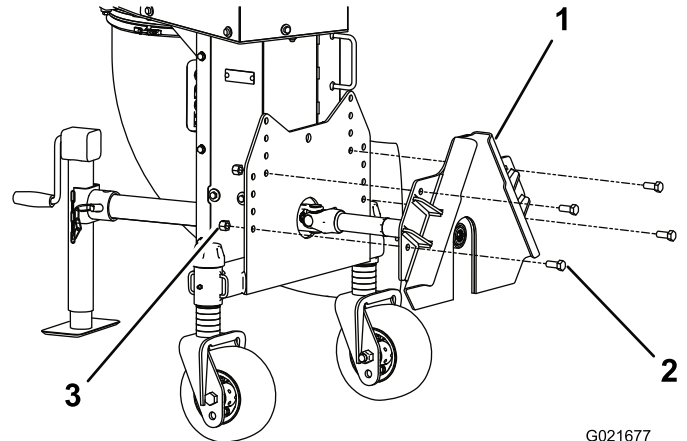

Figure 11
2. Posez la plaque de montage au cadre du souffleur de déchets au moyen de 4 boulons (1/2 x 1-1/4 po) et 4 contre-écrous (1/2 po) (Figure 11). Utilisez la série inférieure de trous de chaque côté de la plaque de montage lors de la pose. Serrez les boulons à un couple de 62 à 113 Nm.